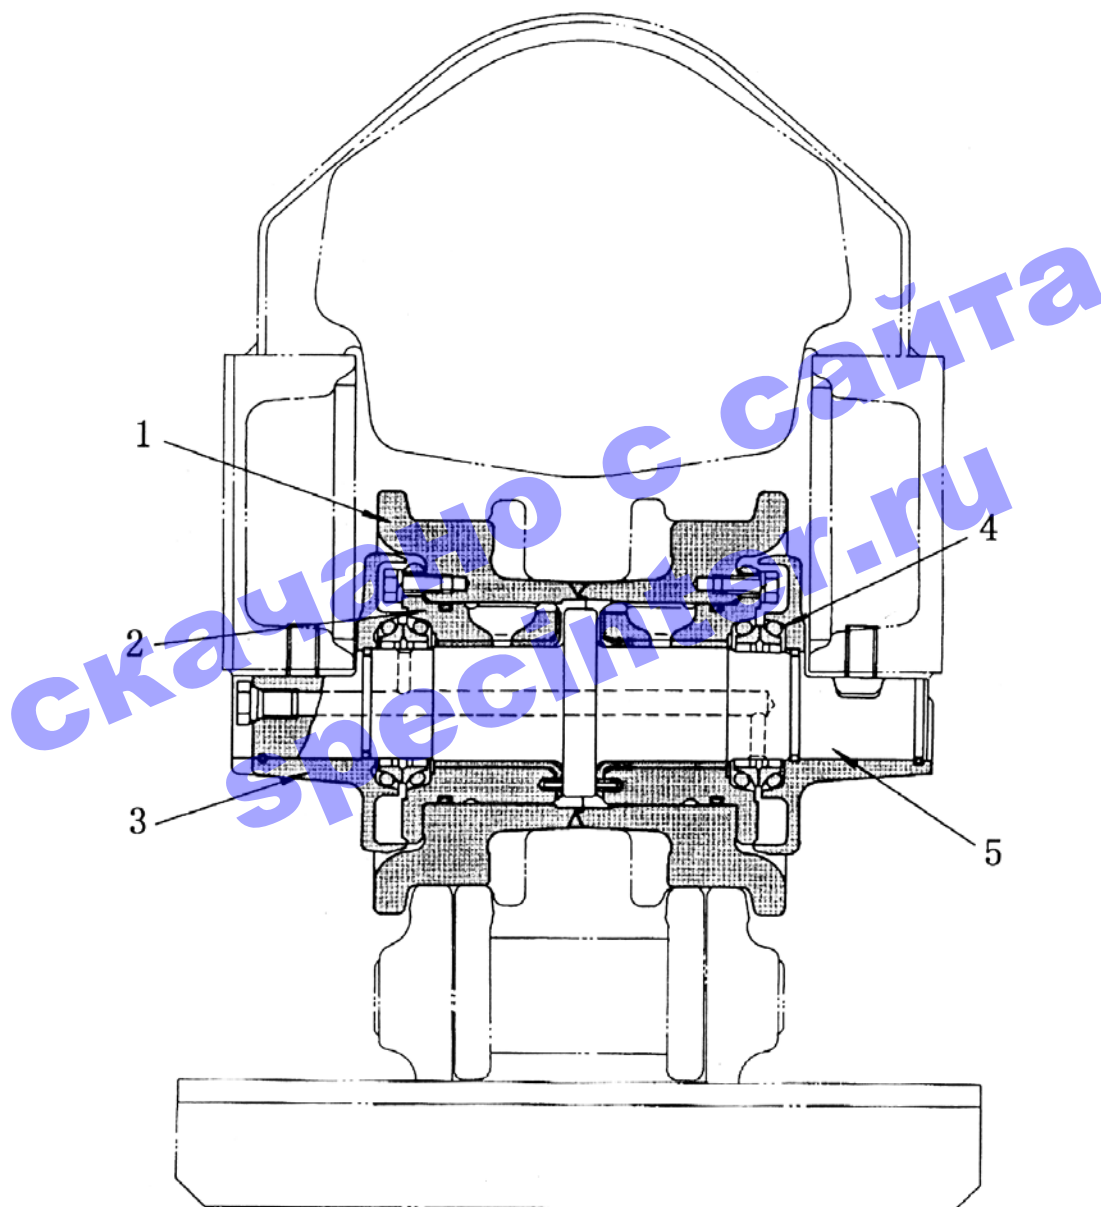

Рис. 5-44.
3. Гусеничный ролик (Рис. 5-44)